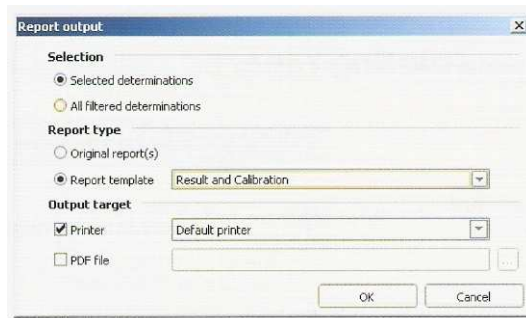

Figura 15.10 – Janela do software Magic Net IC.
- Para imprimir os relatórios (ou obtê-los na forma de arquivo) clicar na plataforma “DATABASE”, selecionar a linha referente ao cromatograma de interesse, clicar em “FILE” → “PRINT” → “REPORT”, Figura 15.10.